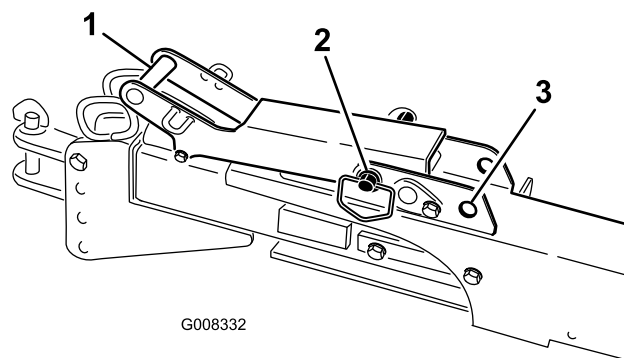

Figure 35
- Si vous utilisez le dispositif d'attelage, repositionnez le ProCore derrière le véhicule, rétractez le dispositif d'attelage et placez la goupille de la poignée de verrouillage en position verrouillée (Figure 35).